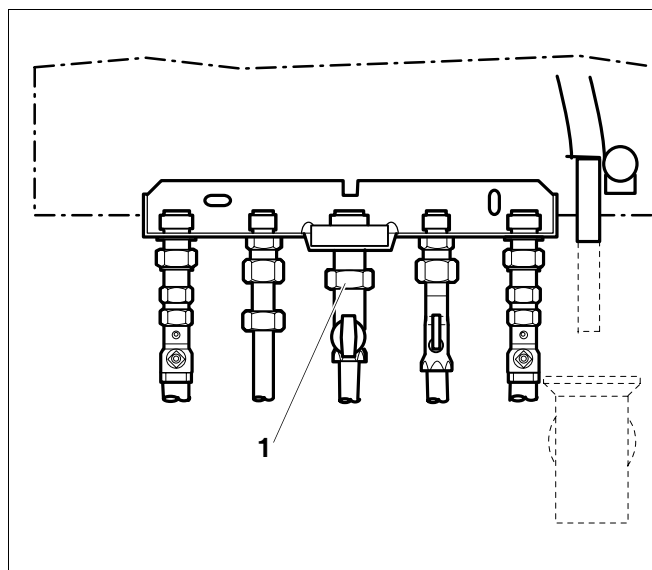

Bild 9 Gasanschluss herstellen
- Gasleitung spannungsfrei am Gasanschluss (→ Bild 9, [1]) anschließen.